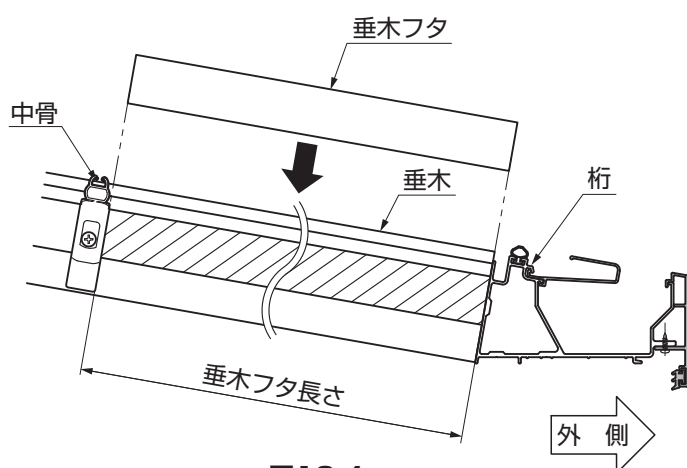

図10-4
- 垂木フタの長さを目安に中骨のおおよその位置を決めてください。中骨は後で動かすことができます。(図10-4参照)